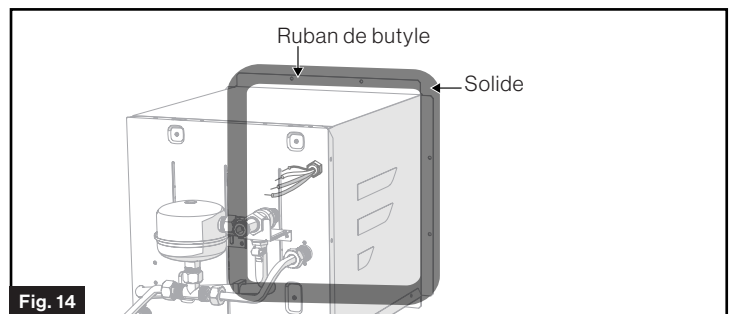

Fig. 14
3. Appliquez un produit adéquat d'étanchéité à l'eau, par exemple du ruban de butyle (largeur recommandée : 1 po, non fourni), autour de toute la zone de la bride arrière et des trous. (Fig. 14)